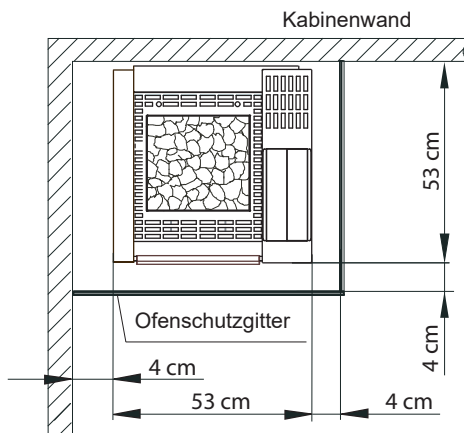

Abb. 1
- Bei der Montage des Saunaofens ist darauf zu achten, dass der senkrechte Abstand zwischen Oberkante Sauna-ofen und Saunadecke mindestens 105 cm und der waagerechte (seitliche) Abstand zwischen Ofen und Kabinenwand mindestens 4 cm beträgt (Abb. 1).